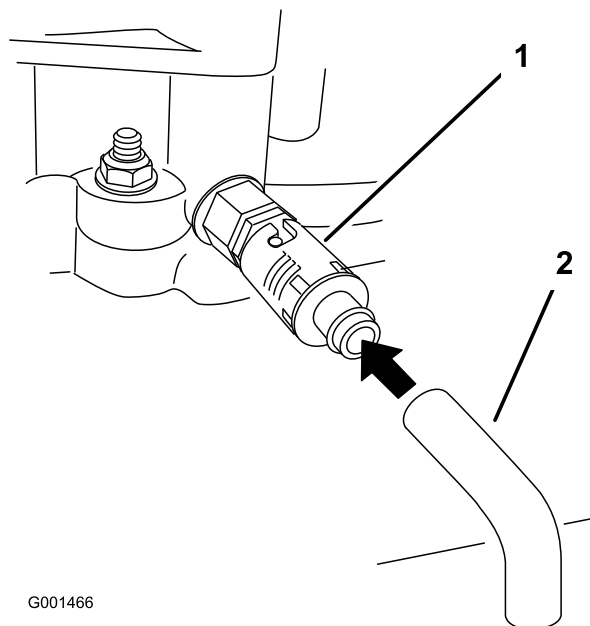

Figura 25
- Coloque un recipiente debajo del tubo de vaciado. Gire la válvula de vaciado para que se drene el aceite (Figura 25).
- Retire el tubo de vaciado (Figura 25).